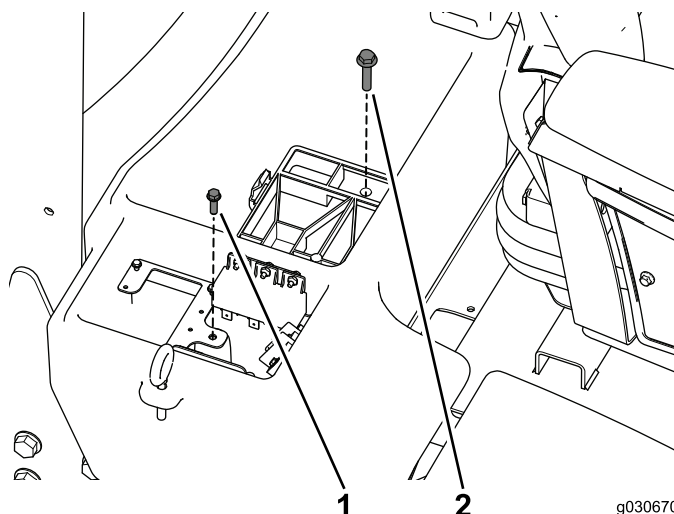

Figure 3
4. Retirez la vis de fixation de la plaque du faisceau et le boulon de fixation du compartiment de la batterie (Figure 3) et mettez-le de côté.